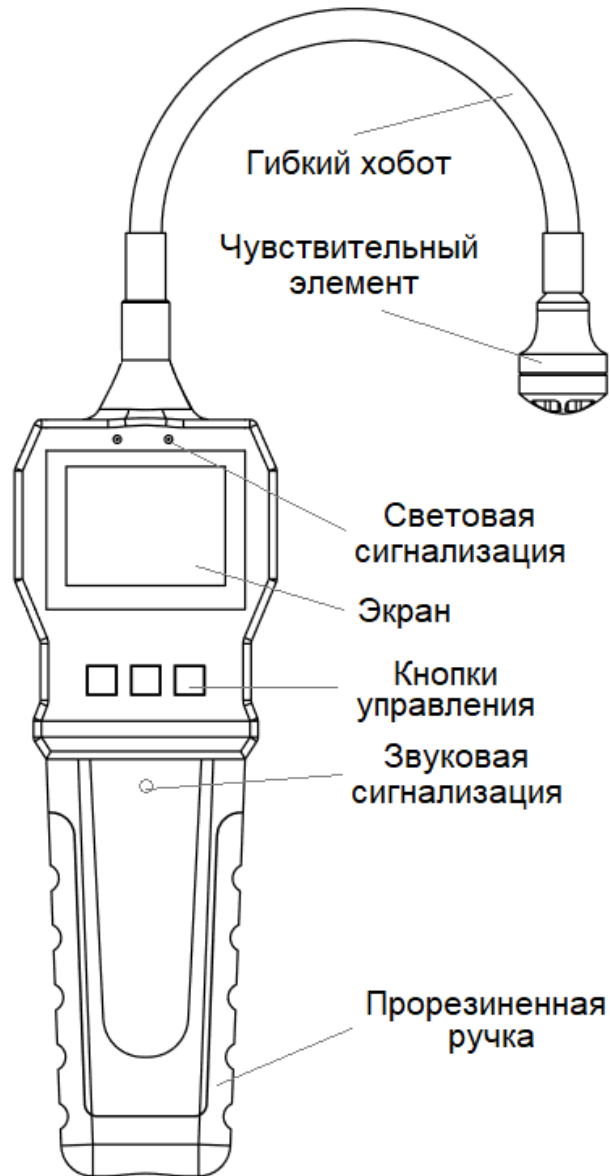

Рис. 1.1. – Течеискатель «Омега-1»
1.2.8. Течеискатель состоит из корпуса и хобота с датчиком. В корпусе располагается цветной TN экран, световая и звуковая сигнализация, кнопки управления, прорезиненная ручка (рис. 1.1).